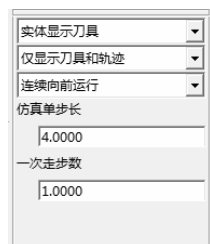

图 5-65 “线框仿真”加工参数
2) 在立即菜单中，依次选择如图 5-65 所示的加工参数。